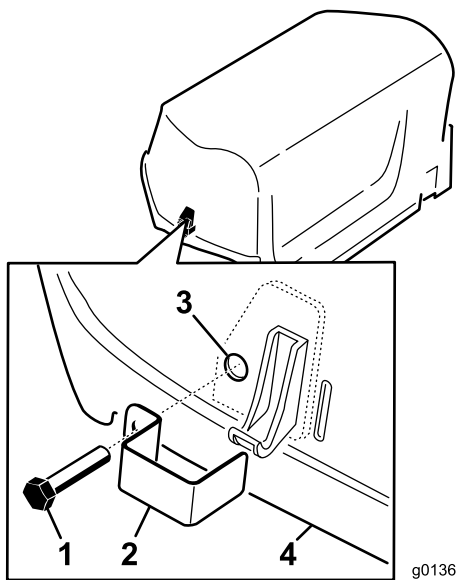

Figura 7
1. Instale un seguro de cierre sobre los cierres derecho e izquierdo del capó (Figura 7) con un perno de rosca completa (2 en total).
2. Usando un alicate o una llave inglesa ajustable, enrosque una arandela de freno con dientes internos sobre cada perno (1-2 vueltas) para sujetar los pernos (Figura 7).